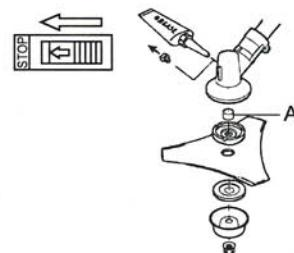

Рис. 23
- (2) При закачивании смазки в угловую трансмиссию, выньте шлицевую втулку A, чтобы обеспечить выход старой смазки. (Рис. 23)